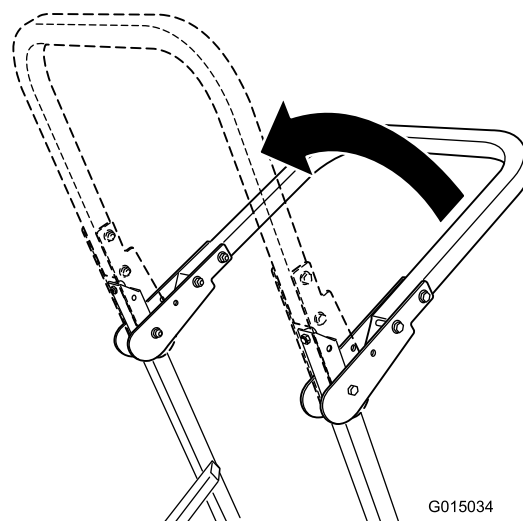

Figura 9
2. Eleve la barra anti-vuelco a la posición vertical (Figura 9).